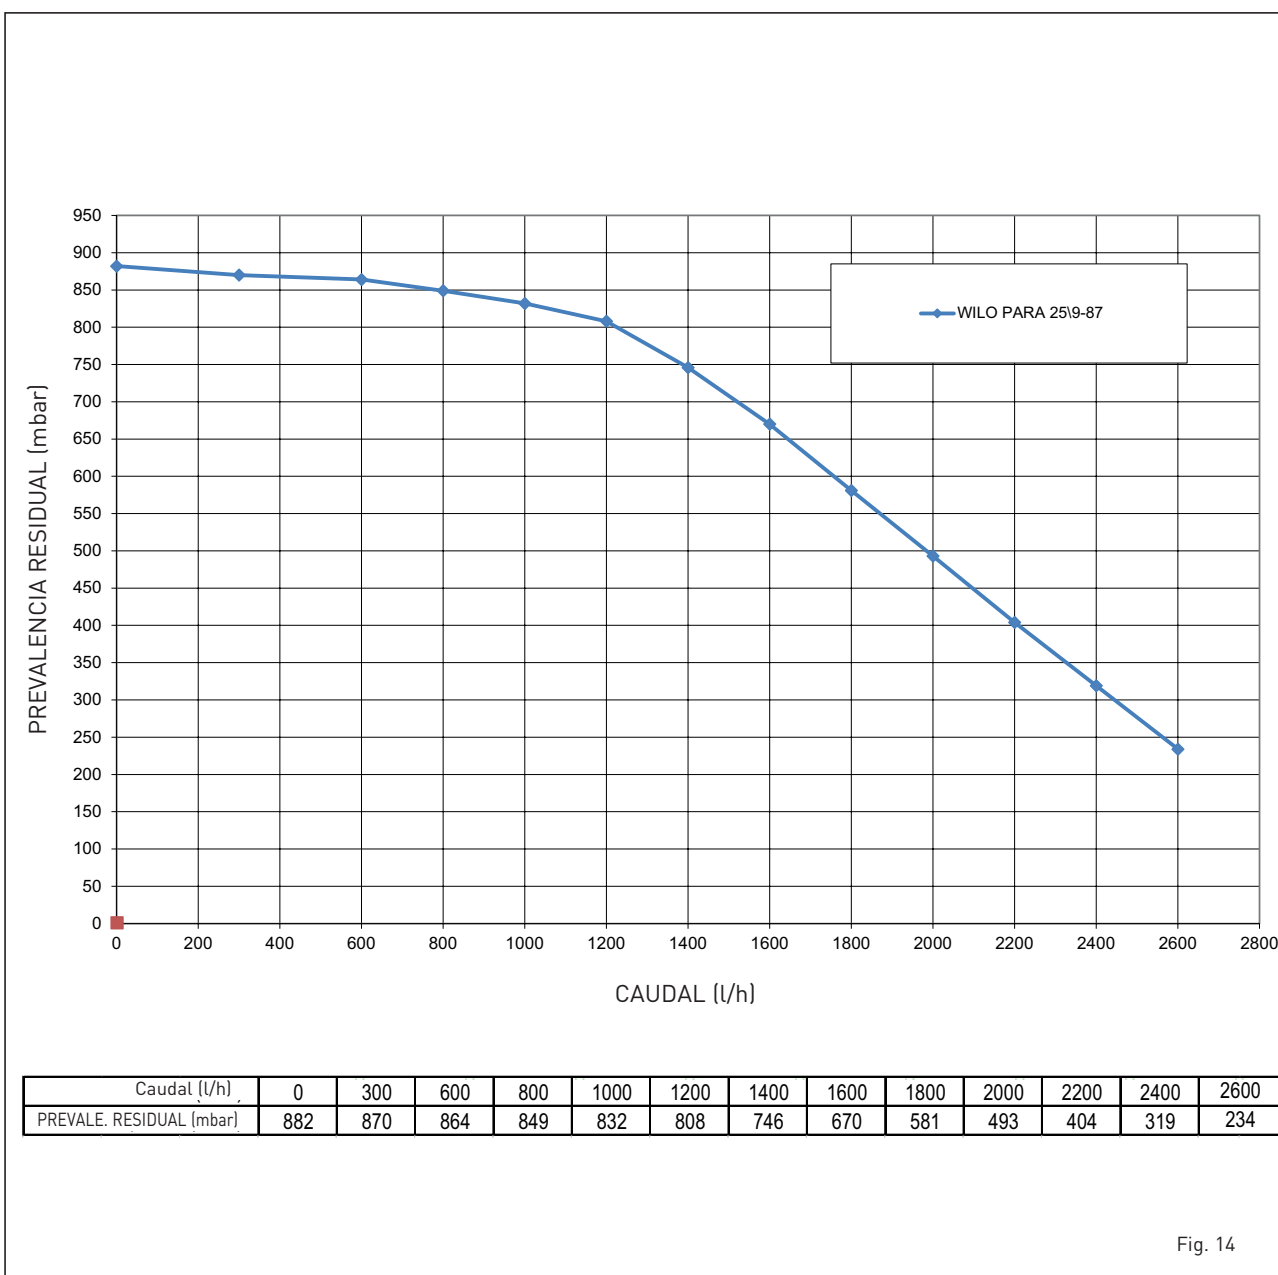

Fig. 14
3.8 ALTURA DE ELEVACION DISPONIBLE EN LA INSTALACION (fig. 14)
La prevalencia residual para la instalación de calefacción está representada, en función de la capacidad, del gráfico de la fig. 14.